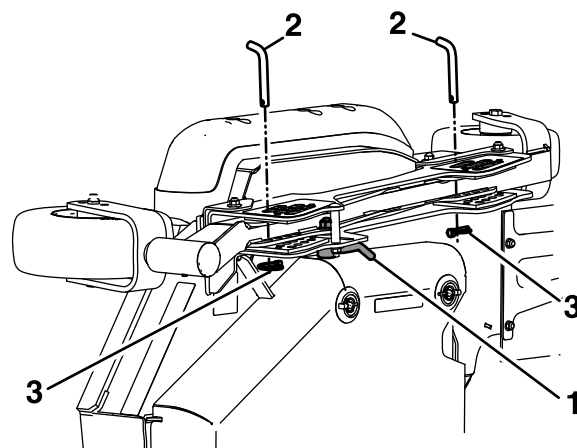

Figura 71
3. Abra los bloqueos de leva de las carcasas laterales derecha y izquierda (Figura 71).
4. Retire y guarde la trabilla de altura de corte de la carcasa lateral (Figura 71).